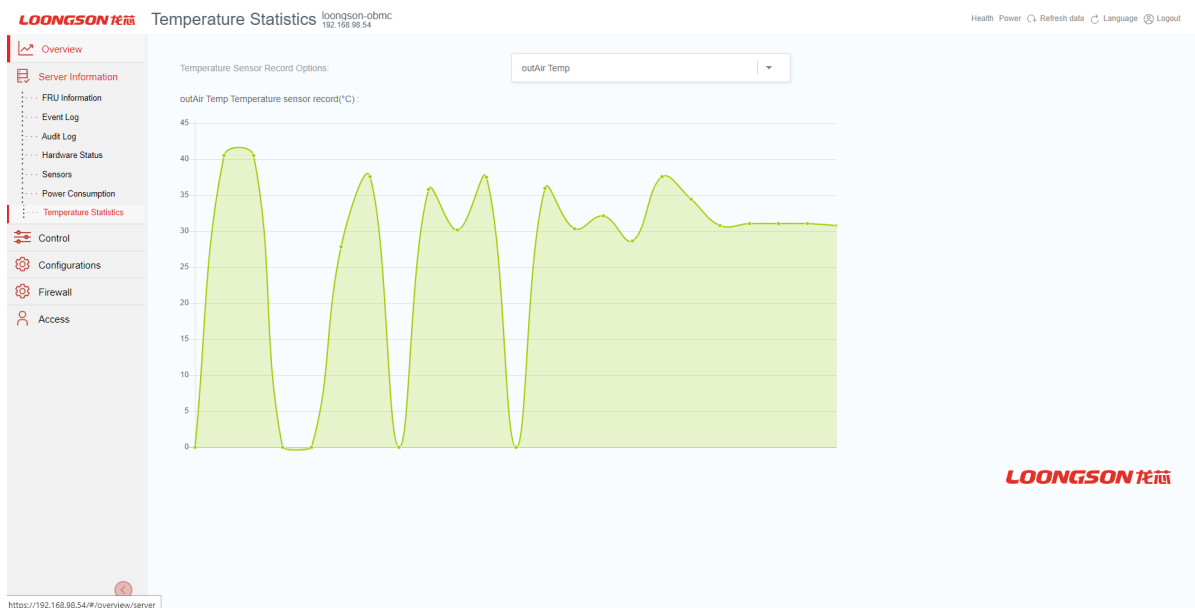

Рис. 71. Окно «Temperature Statistics»
8) Пройдите во вкладку «Server Information» → «Temperature Statistics» в данной вкладке представлен график температуры внутри сервера (температура ядер, температура входного/выходного воздуха). Окно показано на рис. 71 Окно «Temperature Statistics»